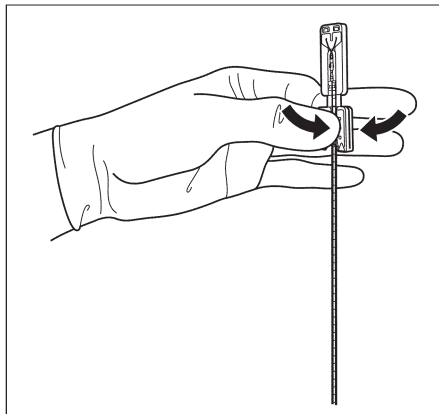

Рис. 3.4
4. Удерживайте спиральную (проволочную) оболочку на месте, сжимая пальцами место для захвата на картридже. Убедитесь, что при этом спиральная (проволочная) оболочка может свободно свешиваться (см. рис. 3.4).